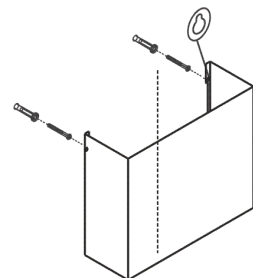

рис. 5
- установите фальштрубу (рис. 5) на кухонную вытяжку;